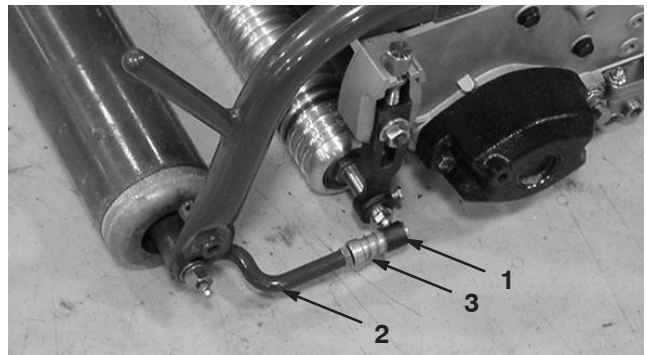

Bild 12
6. Richten Sie die Innensechskante der Kugelgelenke so aus, dass die offene Seite des Sechskants in Richtung Kugelbolzen zentriert ist. Ziehen Sie die Klemmmutter fest, um die Innensechskante zu arretieren (Bild 12).